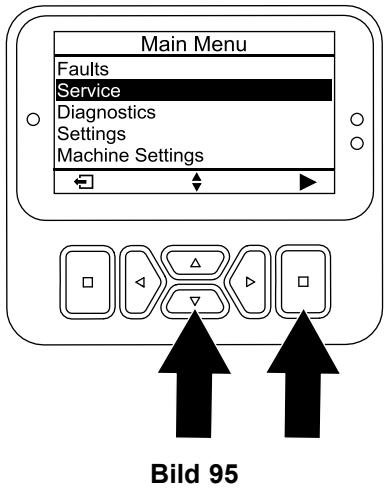

Bild 95
4. Drücken Sie die Taste „nach unten“, bis die Option SERVICE ausgewählt ist, und drücken Sie dann die Auswahltaste (Bild 95).